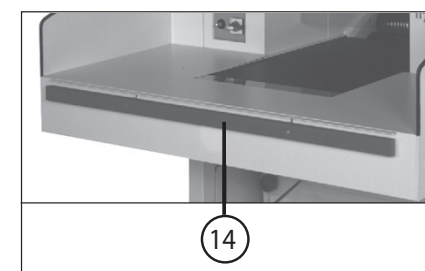

Fig. 7
1. Desbloquear a ripa de emergência-desligação (14) (fig. 7) na mesa da trituradora (puxar a ripa para fora), e ligar o interruptor principal (1) (posição "1").
- 14 = Ripa de emergência-desligação (fig. 7) Se, alguma vez, por alguma razão, for necessário desligar resp. parar a máquina o mais rapidamente possível, isto também pode ser realizado ao premir esta ripa de emergência-desligação. Para ligar novamente, desbloquear a ripa (puxá-la para fora), e premir o botão de pressão "Marcha de avanço do mecanismo de corte" (3).